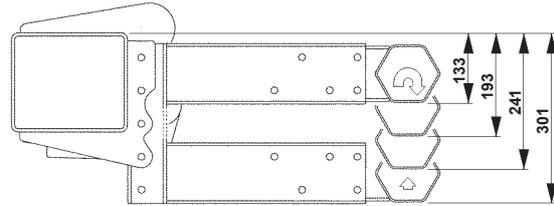

Abb. 53. Der innere Teil der Konsole kann in vier verschiedenen Höheneinstellungen montiert werden
1. Montieren Sie die innere Konsole in einer der vier möglichen Höheneinstellungen. Wählen Sie die Höheneinstellung, welche den vorgegebenen Anforderungen entspricht. Benutzen Sie die zugehörige Schraube M12x100. Montieren Sie die Einheit, ohne die Schrauben festzuziehen, siehe Abb. 53.
1. Den Neigungsmesser mit den dazugehörigen Schrauben, Muttern und Einschüben an der Plattform anbringen und das Kabel mit Kabelband befestigen, siehe Abb. 53.